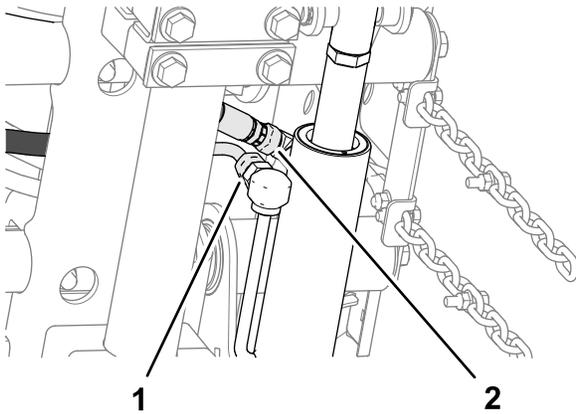

Figura 16
- Alinhe o espaçador entre a estrutura de suporte e a placa de montagem (Figura 16), e monte as placas e o espaçador com um parafuso de carroçaria (3/8 x 1 1/4 pol.), uma anilha e uma porca flangeada (3/8 pol.)